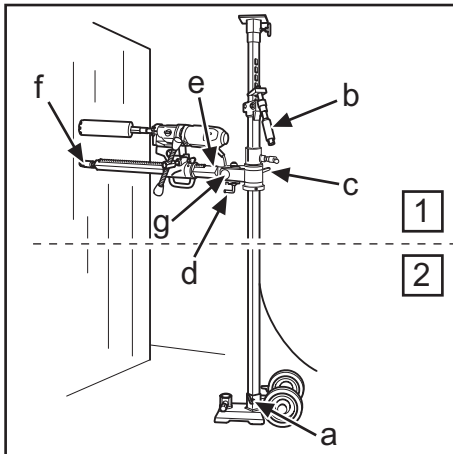
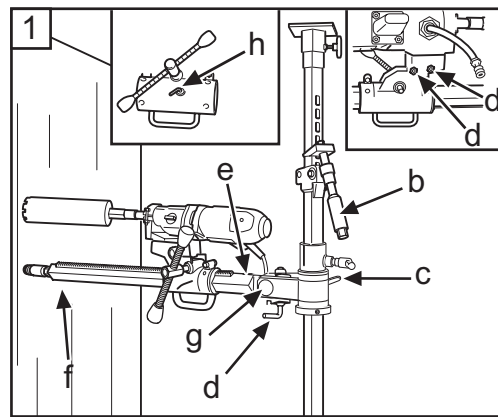

Fig.3
Fig.4
- Om borring skall ske högre än 1,5 m skall det grova ytterröret vara vänt uppåt och tvärtom om borringen sker lägre än 1,5 m. Kontrollera att stämpan är låst i fotplattan med låsbulten (a) (Fig. 3).
- 5. Säkra matarhuset på borrpelaren (h) (Fig. 4).
- 6. Montera bormaskinen i snabbfästet på matarhuset. Drag åt de koniska muttrarna (d) (Fig. 4/12) med 24 mm nyckel.
- Hvis boringen skal ske højere end 1,5 m, skal det grove yderrør være vendt opad og omvendt, hvis boringen sker lavere end 1,5 m. Kontrollér, at stemplet er låst i fodpladen med låsebolten (a) (Fig. 3).
- 5. Sørg for at sikre fremføringshuset på boresøjlen (h) (Fig. 4).
- 6. Monter boremaskinen i lynkoblingen på fremføringshuset. Spænd de koniske møtrikker (d) (Fig. 4/12) med 24-mm-nøglen.
- Hvis boring skal skje høyere enn 1,5 m, skal det grove ytterrøret være vendt oppover og omvendt hvis boringen skjer lavere enn 1,5 m. Kontroller at søylen er låst i fotplaten med låsebolten (a) (Fig. 3).
- 5. Sikre materhuset på borsøylen (h) (Fig. 4).
- 6. Monter bormaskinen i hurtigfestet på materhuset. Trekk til de koniske mutrene (d) (Fig. 4/12) med 24 mm nøkkel.
- Vinkla tillbaka och fäll upp borrarpelearen, säkra med L-handtag (d) och mutter (g) (fig 3). Vid gradborring lossas L-handtag (d) och borrarpelearen ställs in i önskad vinkel genom att mutter (g) dras åt med 30 mm nyckel (Fig.4).
- Kontrollera borkronans läge. Skruva in stämpskruven (f) (Fig. 3/7) mot väggen för att fixera borrarpelearen. Säkra med låsmutter 30 mm (f) (Fig. 3/7), använd en träregel eller liknande som mellanlägg.
- Borrarpelearen är vridbar i 360° och låses i respektive läge med 8 mm insex (e) (Fig. 3/4).
- Boresøjlen vinkles tilbage, fældes op og sikres med L-grebet (d) og møtrikken (g) (Fig. 3). Ved gradboring løsnes L-grebet (d), og boresøjlen stilles i den ønskede vinkel, ved at møtrikken (g) spændes med 30-mm-nøglen (Fig. 4).
- Kontrollér borekronens placering. Skru stempelskruen (f) (Fig. 3/7) ind mod væggen for at fiksere boresøjlen. Den sikres med låsemøtrik 30 mm (f) (Fig. 3/7); anvend et stykke træ eller lignende som mellemlæg.
- Boresøjlen er drejelig i 360° og låses i den enkelte stilling med 8 mm umbrakonøglen (e) (Fig. 3/4).
- Vinkle tilbake og fell opp borsøylen, sikre med L-håndtak (d) og mutter (g) (Fig. 3). Ved gradboring løsnes L-håndtak (d) og borsøylen stilles inn i ønsket vinkel ved at mutter (g) trekkes til med 30 mm nøkkel (Fig.4).
- Kontroller borkronens stilling. Skru inn søyleskruen (f) (Fig. 3/7) mot veggen for å fiksere borsøylen. Sikre med låsemutter 30 mm (f) (Fig. 3/7), bruk en treplanke eller liknende som mellomlegg.
- Borsøylen kan vris 360° og låses i respektive stilling med 8 mm umbrako (e) (Fig. 3/4).
- Väännä takaisin ja nosta porapylväs, varmista L-vääntimellä (d) ja mutterilla (g) (Fig 3). Asteporauksessa L-väännin (d) avataan ja porapylväs säädetään haluttuun kulmaan kiristämällä mutterilla (g) 30 mm avaimella (Kuva 4).